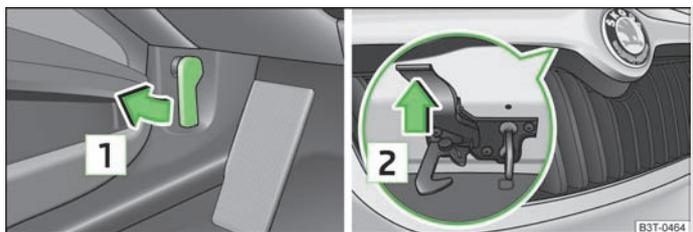

Fig. 141 Levier de déverrouillage pour le capot moteur/la grille de calandre : levier de déverrouillage
- Tirez sur la manette de déverrouillage en dessous du tableau de bord **[1]** » fig. 141.
- Appuyez sur la manette de déverrouillage dans le sens de la flèche **[2]** » fig. 141, le capot moteur se déverrouille.